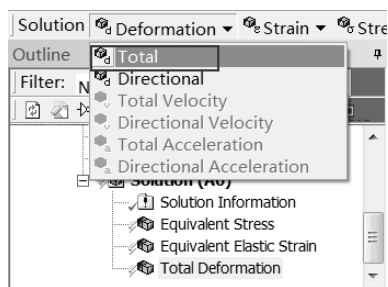

图 5-110 添加总变形选项
Step4: 同 Step2, 选择 Solution 工具栏中的 Deformation (变形) Total 命令, 如图 5-110 所示, 此时在分析树中会出现 Total Deformation (总变形) 选项。